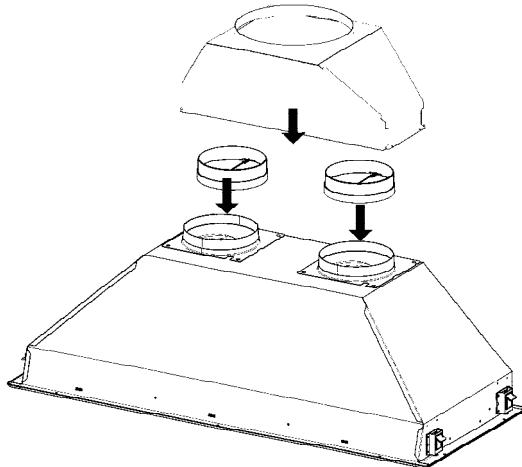

FIGURE 5
2. Placer les registres rond dans les ouvertures d'échappement de la hotte et appuyer fortement sur le registre (**de la FIGURE 5**). Si utilisez le **Raccord de Transition**, installer au dessus de les registres rond.